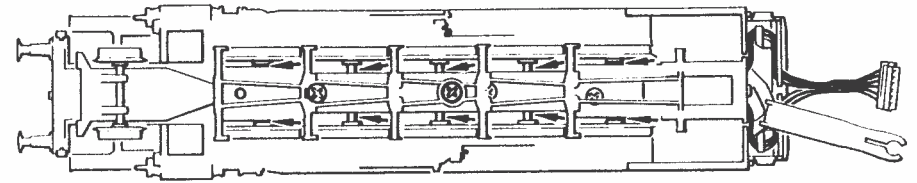
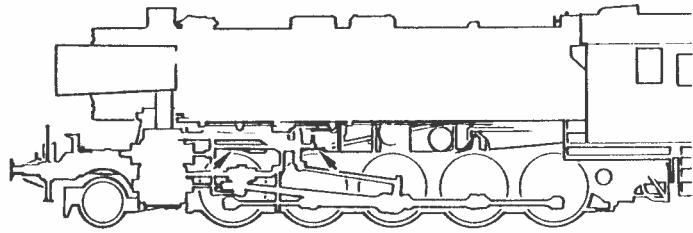

Fig. 11
Fig. 12
1. Reinigung der Radstromkontakte: Radstromkontakte können auf unsauberen Schienen leicht verschmutzen. Entfernen Sie **vorsichtig** mit einem kleinen Pinsel **den Schmutz** an den in Fig. 11 gekennzeichneten Stellen. Dazu das Lokgehäuse (Fig.8) bzw. die Drehgestellblenden abnehmen (Fig.10).
4. Haftreifenwechsel: Zuerst die Drehgestellblende abnehmen. Danach den **Haftreifen** mit einer Nadel oder einem feinen Schraubendreher abziehen. Beim Aufziehen des neuen Haftreifens bitte darauf achten, dass dieser sich **nicht verdreht** (Fig. 12).
1. Cleaning of wheel contacts: Wheel contacts easily get dirty on tracks which are not entirely clean. Use a small brush to **remove dirt** from spots marked in fig. 11.
4. Change of traction tyre: Remove bogie blind. Take out the **wheel set** and remove the **traction tyre** using a pin or a fine screwdriver (fig. 12). When pressing on the new traction tyre please **avoid twisting it**.
Les lames de contacts risquent de s'encrasser rapidement sur des voies poussiéreuses. Veuillez **enlever la poussière** aux endroits marqués à la fig. 11 à l'aide d'un petit pinceau souple.
Démontez d'abord les flancs de bogies (fig. 11). Envelez les bandages d'adhérence à l'aide d'une aiguille ou d'un tourne-vis fin. Lors du montage des nouveaux bandages veuillez veiller à ce que les bandages **ne soient pas tor-dues** (fig. 12).